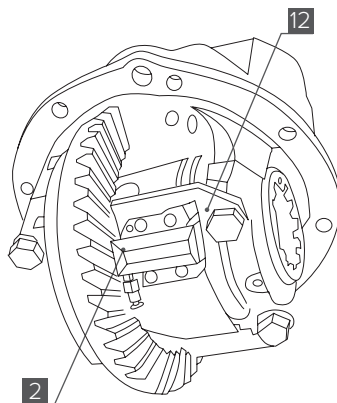

Рис. 6
11. Установите пневматический привод в сборе [2] с пластиной крепления актуатора в РЗМ [12] под болты крепления бугеля согласно (**Рис. 6**).